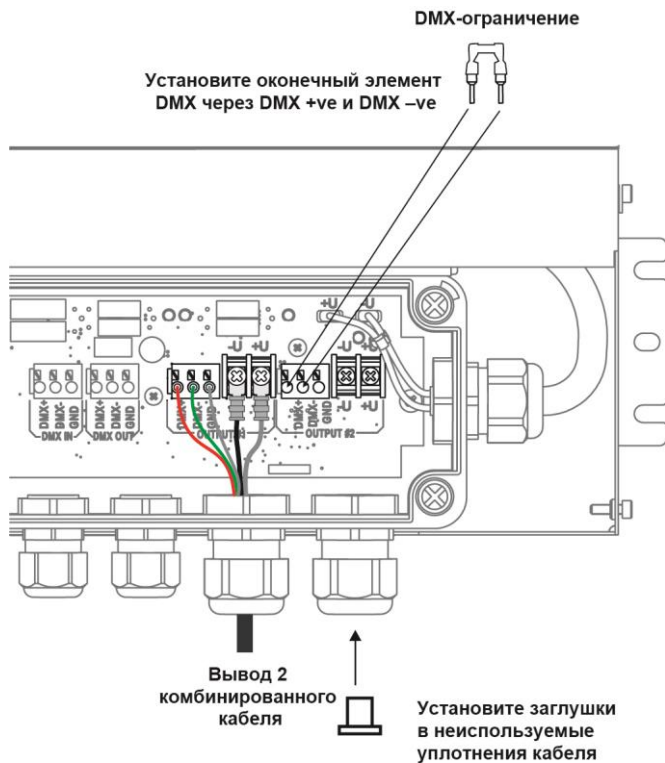

Рис. 16. Ограничение неиспользованного комбинированного канала в блоке питания
6. Если нет необходимости создавать второй комбинированный канал от блока питания к сплиттеру или осветительной системе, см. Рис. 16: